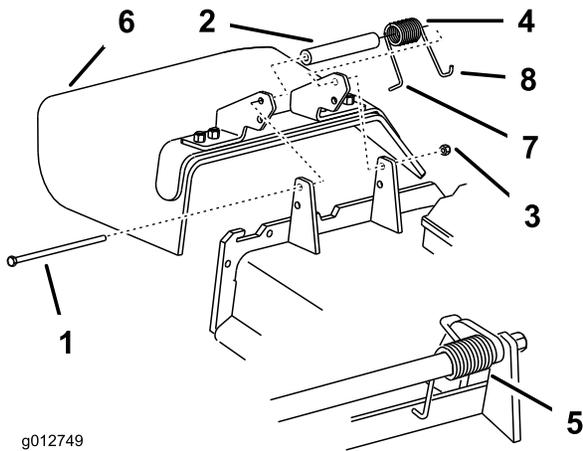

図 90
1. デフレクタをピボット・ブラケットに固定しているロックナット、ボルト、スプリング、スペーサを外す（図 90）。デフレクタを取り外す。
注 ボルトを取り付ける前に、スプリングの L 字形フックが、図 90 のようにデッキのエッジの後ろに取り付けられていることを確認してください。
3. ボルトとナットを取り付ける。スプリングの右側の J 字形フックを、デフレクタに引っ掛ける (図 90)。